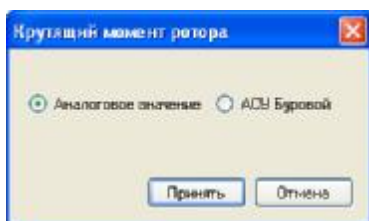

Рисунок 12. Окно "Крутящий момент ротора"
**Кнопка «Крутящий момент ротора».** Эта кнопка выводит на экран компьютера окно «Крутящий момент ротора» (смотри рисунок 12). В системе согласно ТТ момент ротора может быть передан в программу из АСУ или снят с аналогового выхода датчика. В этом окне можно сделать выбор источника сигнала. Для принятия выбора необходимо нажать кнопку «Принять».